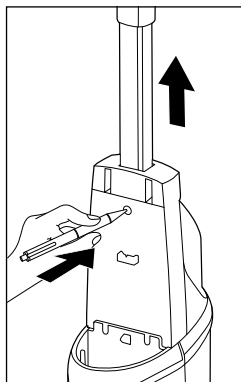

Fig. 2
- Se si desidera rimuovere nuovamente l'estremità superiore **1** dall'apparecchio, per prima cosa bisogna togliere il contenitore dell'acqua pulita **11** dall'apparecchio per accedere al dispositivo di bloccaggio dell'estremità superiore **1** (vedere capitolo **Riempimento del contenitore dell'acqua pulita**). Dopo aver tolto il contenitore dell'acqua pulita **11**, premere il dispositivo di bloccaggio dell'estremità superiore **1** fuori dall'apertura di innesto con un oggetto appuntito. Poi si può estrarre nuovamente l'estremità superiore **1** dall'apparecchio (vedere fig. 2).